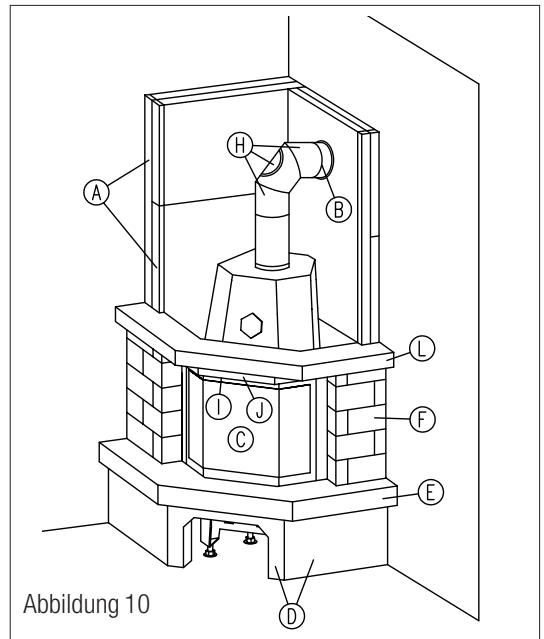

Abbildung 10
- 13.1 Sie können die Schürze entweder lotrecht oder mit einer leichten Schräge zur Zimmerdecke erstellen. Zeichnen Sie sich den gewünschten Schürzenlauf an der Anbauwand auf. Von diesem Aufriss messen Sie nun ca. 4 cm (Stärke der Schürze) nach innen zurück und ziehen eine zweite Linie parallel zur ersten. Bis dahin muss die Dämmung reichen. Die obere Begrenzung der Dämmung liegt etwa 5 cm über dem Rauchrohereintritt. Dies ist auch das Einbaumaß für die Zwischendecke. **(Abb. 10)**